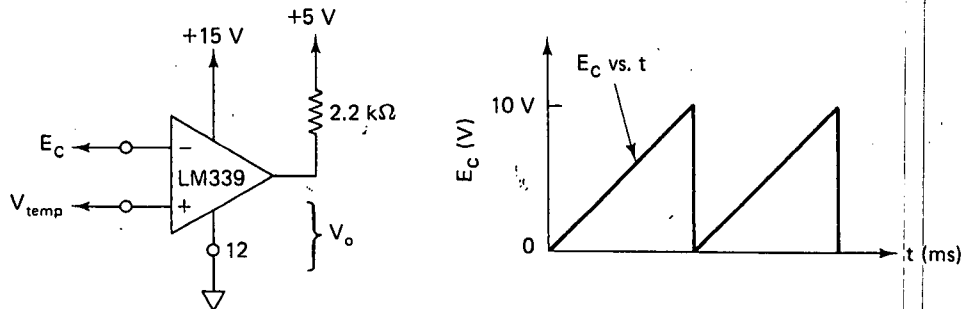

FIGURA P2-14
- 2-14. En la figura P2-14 la frecuencia de la onda portadora E_c es constante de 50 Hz. Si $V_{temp} = 5$ V, (a) calcule el tiempo alto T_H ; (b) trace la gráfica de V_o en función del tiempo.